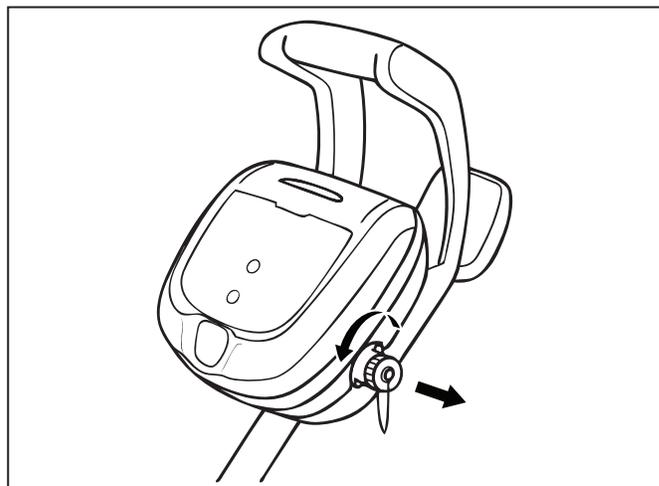

Figure 10. Retrait du capuchon protecteur
- **É.-U.** : Conformément au code électrique national des États-Unis (NEC®), gardez l'unité de commande à une distance de cinq (5) pi (1,5 m) du bord de la piscine.
**CANADA** : Conformément au code canadien de l'électricité (CEC), gardez l'unité de commande à une distance de trois (3) m (10 pi) du bord de la piscine.
1. Dévissez le capuchon protecteur pour le câble flottant sur le côté de l'unité de commande en le tournant dans le sens antihoraire (Figure 10).